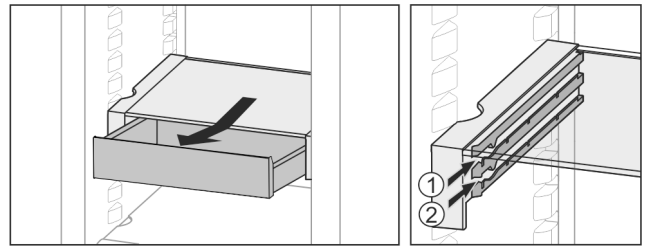

Fig. 28
- In beliebiger Höhe Fig. 28 (1) oder Fig. 28 (2) einschieben.